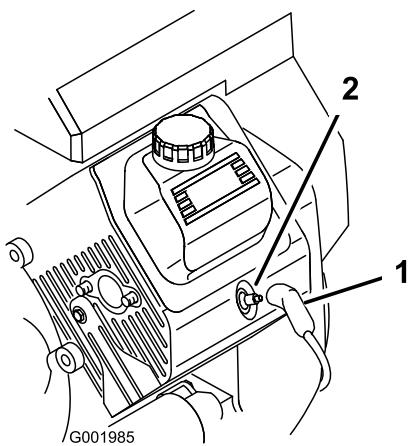

Figura 51
- Desconecte los cables de las bujías (Figura 51).
- Conecte los cables a las bujías (Figura 51).